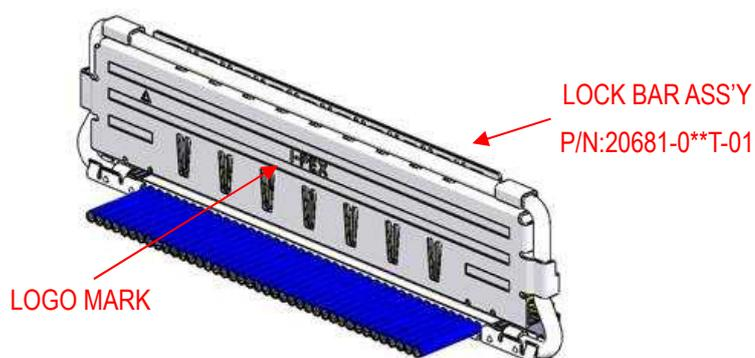

Fig.6 I-PEX logo mark
① Fig.6 の様に LOCK BAR ASS'Y をケーブル側に 45°傾ける。